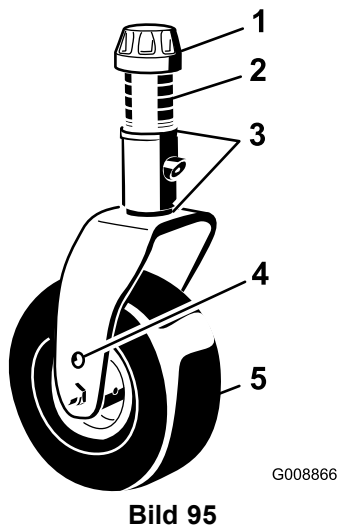

Bild 95
- Entfernen Sie die Spannkappe von der Laufradspindelwelle und ziehen die Spindel aus dem Laufradarm heraus (Bild 95). Stecken Sie die Beilagscheiben nach Bedarf um, um das Laufrad anzuheben oder abzusenken, bis das Mähwerk die korrekte Neigung erhalten hat.